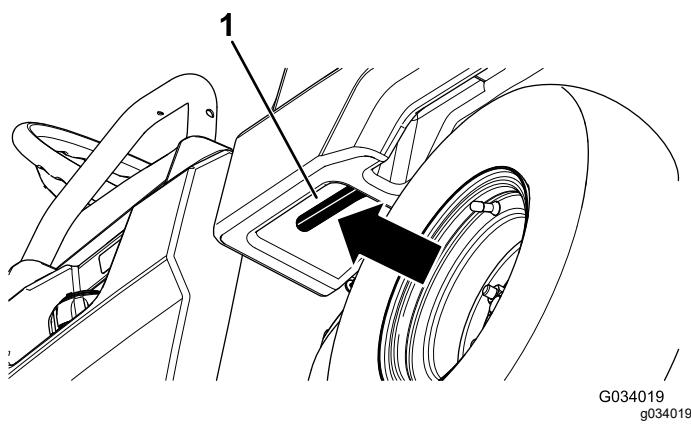

Figura 13
1. Tirate la leva a sinistra, all'interno del pianale, verso di voi e sollevate il pianale (Figura 13).
1. Sollevate leggermente il pianale alzando la leva del fermo (Figura 13).